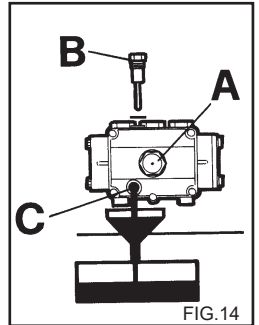

FIG.14
**2)** Desenrosque el tapón con la varilla de control de nivel (fig. 14).